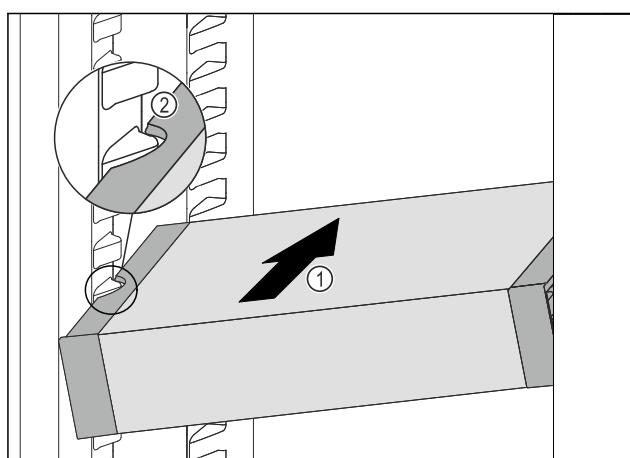

Fig. 107
- Вкарайте VarioSafe под ъгъл в хладилната част Fig. 107 (1), докато страничните прорези Fig. 107 (2) на VarioSafe се намират на височината на реброто на съда в хладилната част.